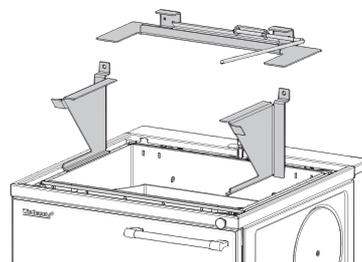

Fig. 12 Zugumlenkbleche herausnehmen
- c) Zugumlenkbleche gemäß (Fig. 12) nach oben herausnehmen und reinigen.
Als Übergangslösung können beim VestoWIN Klassik 220 die seitlichen Zugumlenkbleche (Fig. 12) ausgebaut werden (weniger Widerstand).